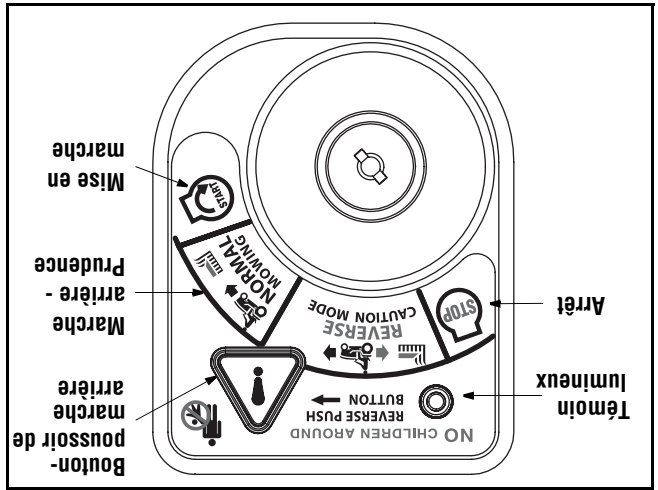

Figure 8
2. Déplacez la clé de la position « **NORMAL MOWING** » (Verte) (Tonte normale) à la position « **REVERSE CAUTION MODE** » (Jaune) (Marche arrière - Prudence). Voir la Figure 8.
3. Appuyez sur le **BOUTON-POUSSOIR DE MARCHÉ ARRIÈRE** (Bouton triangulaire orange) dans le coin supérieur droit du module d'allumage. Le témoin lumineux rouge dans le coin supérieur gauche s'allume quand la marche arrière est embrayée. Voir la Figure 8.